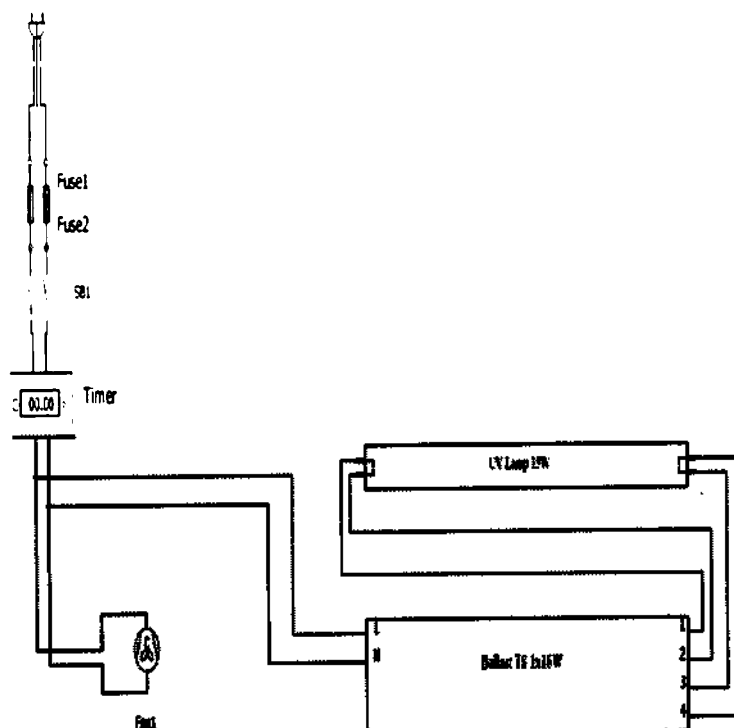

Рис. 7 Fusel,2-предохранитель 3А 5х20мм; SB-1- кнопка-тумблер 6А;
1.10 На рис. 7 представлена принципиальная электрическая схема рециркулятора на примере МСК-938Б. Остальные схемы представлены по адресу <https://www.megi.ru/garanty/>